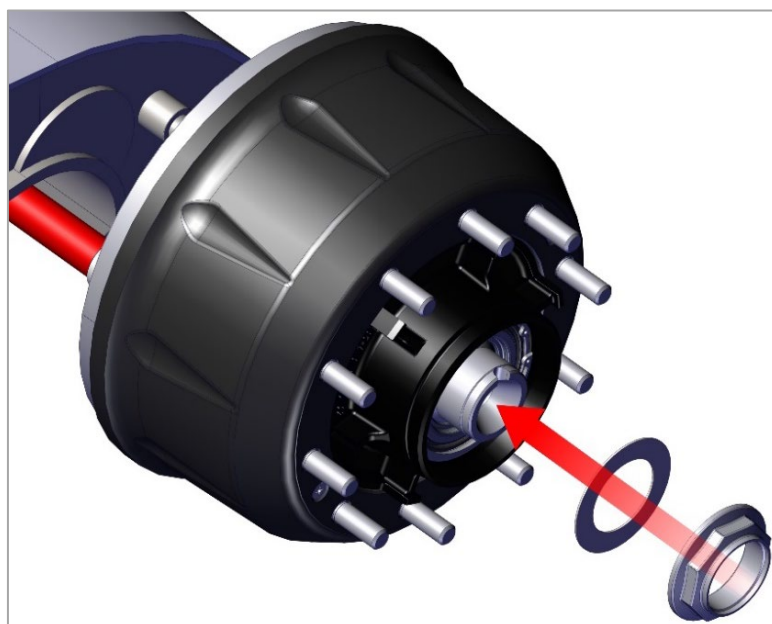

Рис. 19. Монтаж упорной шайбы и гайки подшипников ступицы.
2) Установите упорную шайбу и гайку подшипников ступицы (Рис. 19).